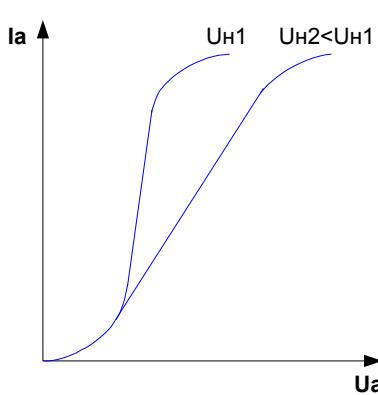

Рис. 125
- ВАХ анода прямо пропорционально зависит от напряжения накала (смотрите Рис. 125).